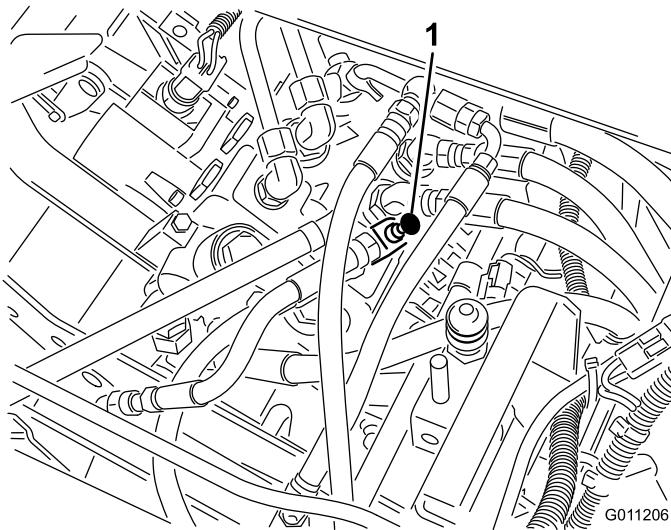

Bild 45
1. Heben Sie den Sitz hoch und machen das auf dem Hauptregulierventil befindliche Stromventil ausfindig (Bild 45).